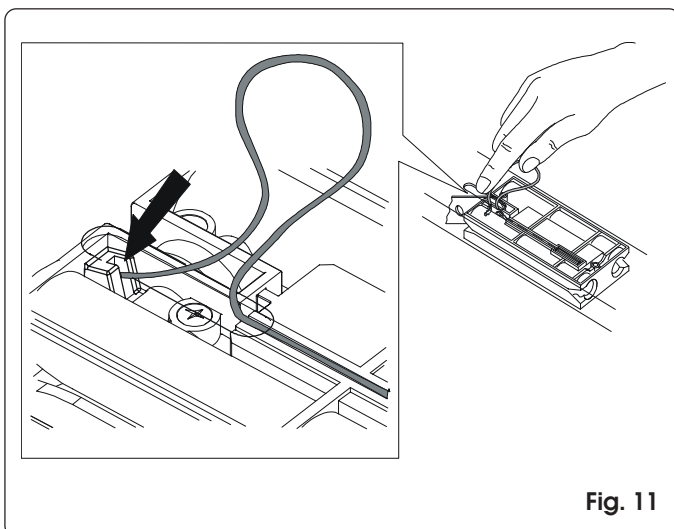

Fig. 11
- 3) Retroceder el carro hacia el grupo de tracción hasta que el agujero pasante coincida con la ranura e introducir el cable con vaina (fig. 11).